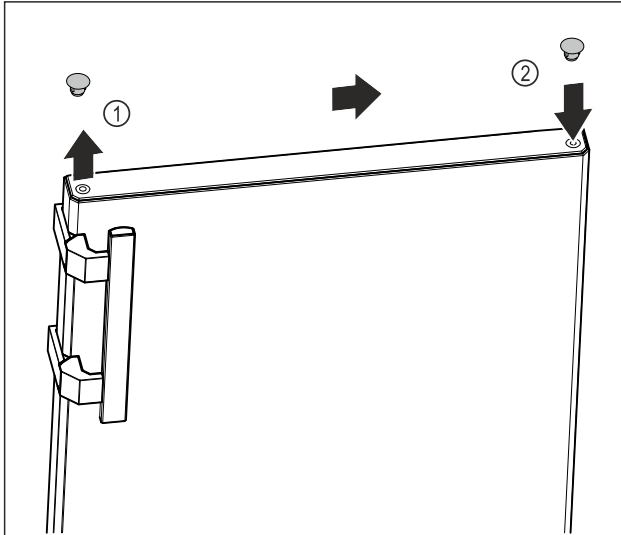

Fig. 10
- ▶ Zdvihnite opatrne kryciu zátku hornej strany dverí Fig. 10 (1) pomocou plochého skrutkovača.
- ▶ Nasadíte kryciu zátku na opačnú stranu. Fig. 10 (2)